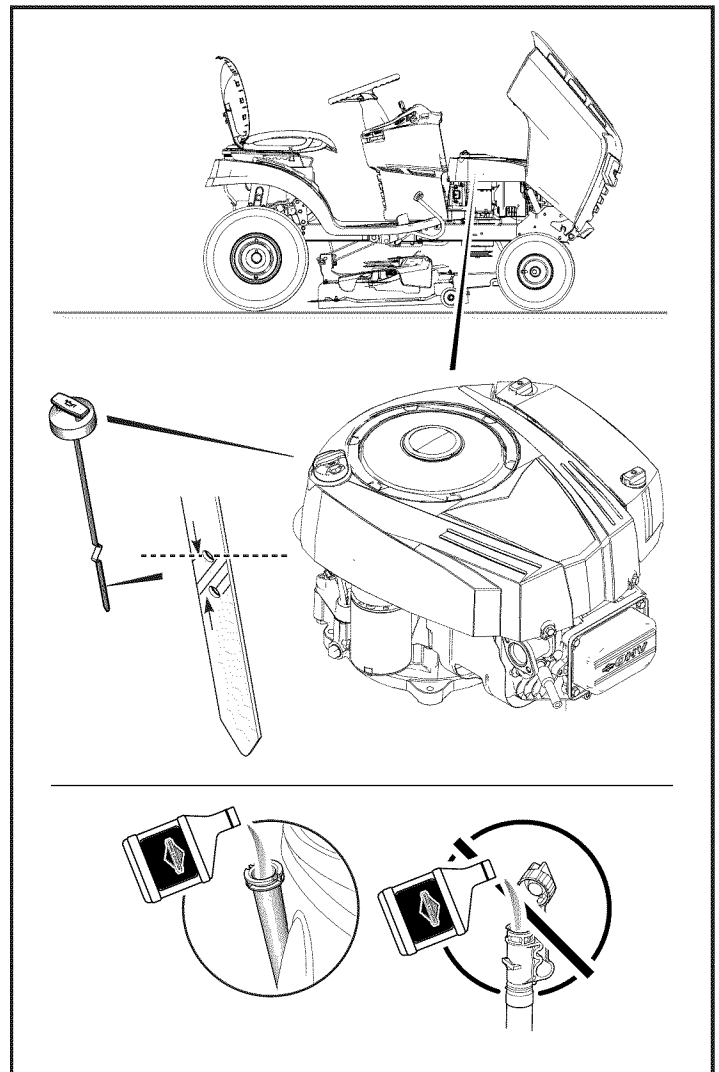

Figura 6
4. Retire la varilla para medir el nivel de aceite y límpiela con un paño limpio (véase Figura 6).